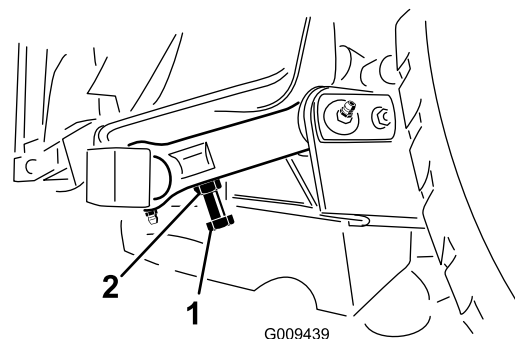

Figura 25
3. Per mettere a punto la distanza dovete accedere al bullone di regolazione, sull'attacco orientabile posteriore dell'apparato di taglio (Figura 25). Allentate il controdado del bullone di regolazione. Allentate o serrate i bulloni di regolazione fino ad ottenere una luce di 10–16 mm, quindi serrate il controdado.